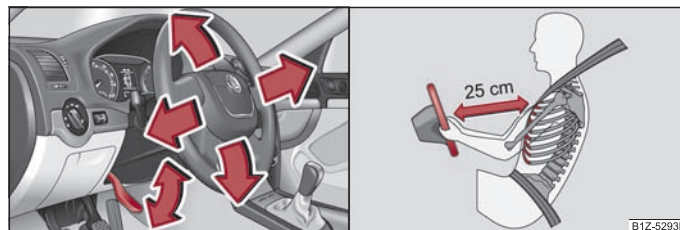

Fig. 3 Volan reglabil: Maneta de la coloana volanului / distanța corectă dintre conducătorul auto și volan
- Îndreptați maneta de sub volan, în jos ⇒ fig. 3 - stânga.
- Reglați astfel scaunul șoferului astfel încât distanța dintre volan și torace să fie de cel puțin 25 cm ⇒ fig. 3 - dreapta. Dacă nu se respectă această distanță, sistemul airbag nu își poate exercita eficiența maximă – Pericol!